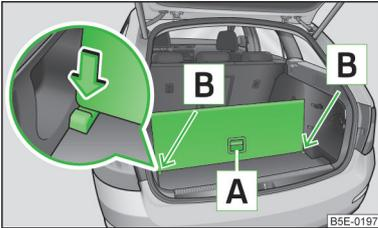

Abb. 100
- › Den hinteren Teil des variablen Ladebodens am Griff **A** » Abb. 100 anheben.